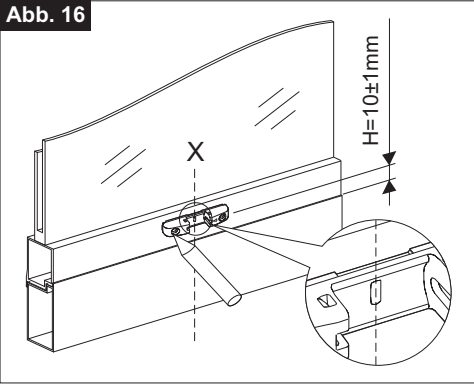

Abb. 17
- 5) **Abb. 17/18-** Mit einer dazu geeigneten Bohrmaschine zwei Löcher am Flügel ausführen und die Schnellkupplung mit den zweckmäßigen Schrauben befestigen;